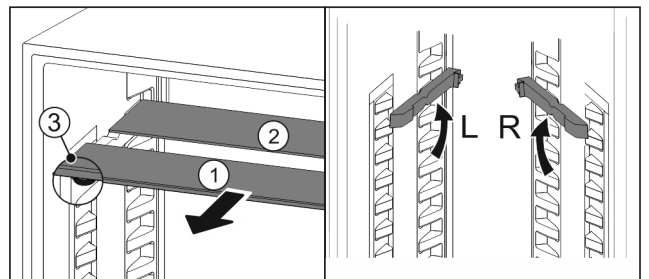

Fig. 84
- ▶ Издърпайте Fig. 84 (1) поотделно стъклените плочи напред.
- ▷ Стъклената плоча Fig. 84 (1) с декоративната лайсна е отпред.
- ▷ Ограничителите Fig. 84 (3) сочат надолу.